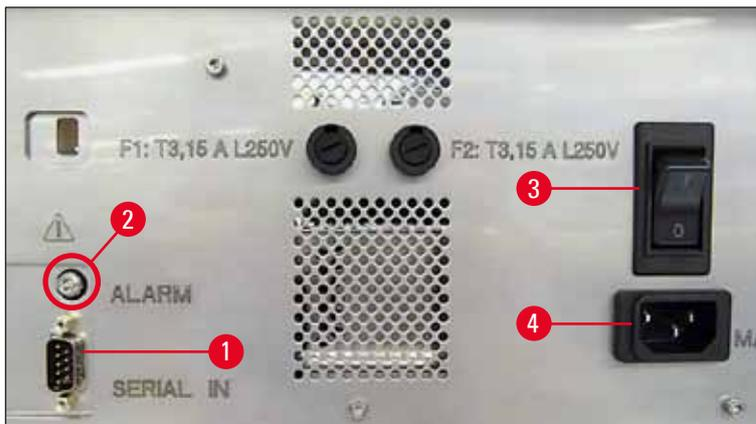

Рис. 31
❶ Электрические соединения расположены на задней панели прибора (→ "Рис. 31").